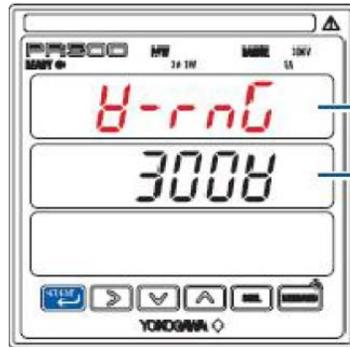

Figura 1.8
1.10. Con los botones  o  busque la pantalla de rango de voltaje (Figura 1.8).